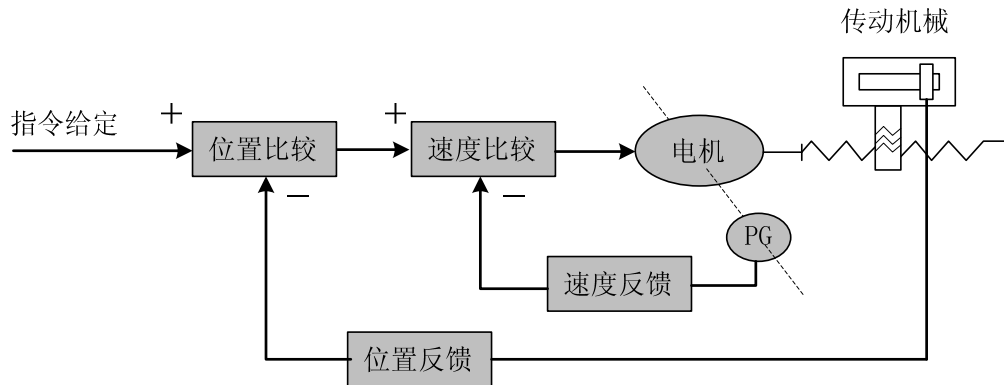
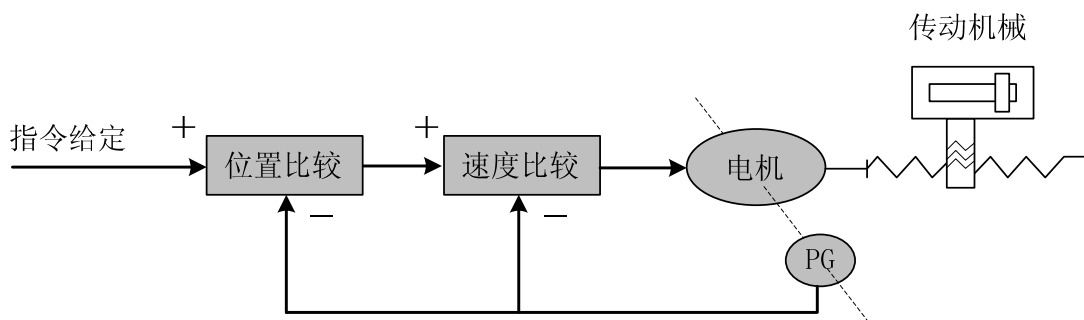

图 1-4 全闭环控制
图 1-5 半闭环控制
- **闭环控制**：控制系统的被控量由反馈装置检出并输送给控制器，影响控制器的输出进而改变被控量。按反馈装置的检测点划分，闭环控制又分为**全闭环控制**和**半闭环控制**。反馈装置直接检测被控量用于反馈的称为全闭环控制（如图 1-4），机械位置为被控量，用安装在机械上的光栅尺作为位置反馈装置，以伺服电机的编码器作为速度反馈装置，实现了机械位置的全闭环控制。如果没有安装光栅尺，以伺服电机的编码器同时作为位置和速度反馈装置（如图 1-5），那么，这就是一个机械位置的半闭环控制。